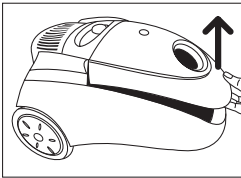

Fig. 1
- Compruebe que la bolsa-contenedor de polvo (3) y los filtros (7 y 9) están correctamente colocados. Vea el apartado siguiente (Cambio de la bolsa de polvo, del filtro protector del motor y del filtro de salida del aire).
- Para abrir el compartimento de la bolsa (2) presione la pestaña de apertura de la bolsa-contenedor de polvo (1) y levante la tapa (fig. 1).
- Cuando el indicador (6) está completamente rojo informa de la necesidad de cambiar la bolsa de papel por una nueva. En ocasiones, el indicador puede ponerse rojo a causa de algún objeto atrapado en el tubo flexible o en algún accesorio. Para conocer si esto ha ocurrido, desconecte el aspirador, extraiga el tubo flexible y vuelva a conectar el aspirador. Si el indicador no se pone rojo, limpie el tubo flexible y su accesorio.
1. Abra la bolsa-contenedor de polvo del aspirador presionando la pestaña (1) y levantando la tapa (fig. 1).